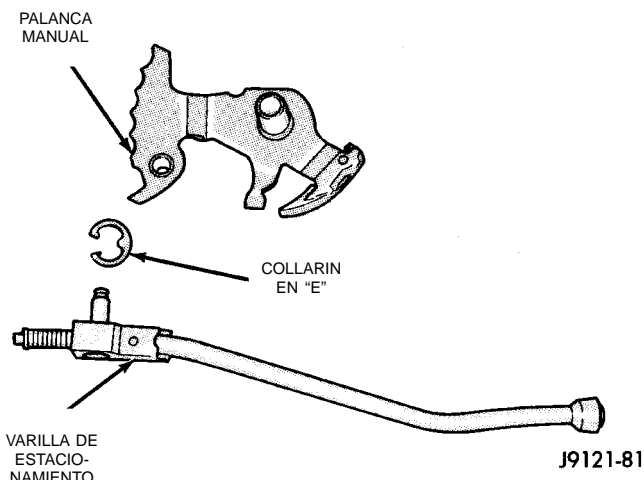

Fig. 55 Varilla de estacionamiento
(16) Retire el collarín en "E" de la varilla de estacionamiento y separe la varilla de la palanca manual (Fig. 55).